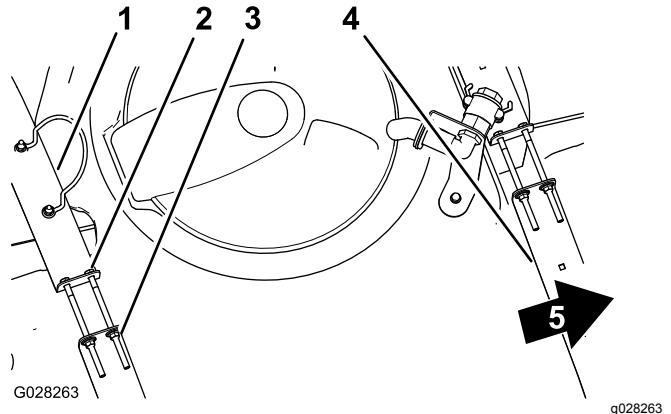

Figura 28
2. Compruebe si hay holgura entre los flejes y el depósito (Figura 28).
3. Si los flejes tienen holgura, apriete las contratuerca con arandela prensada y los pernos del extremo superior de los flejes hasta que los flejes queden apretados contra la superficie del depósito (Figura 28).